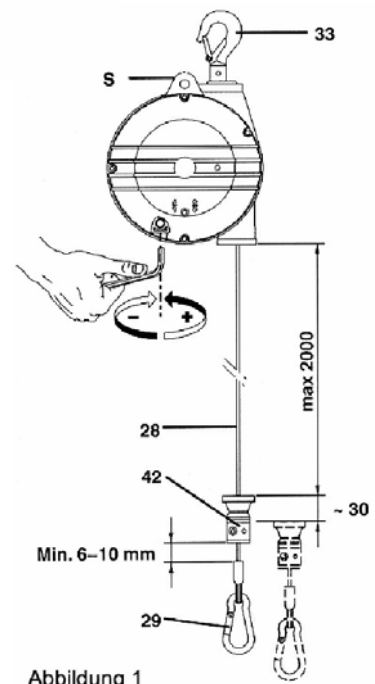
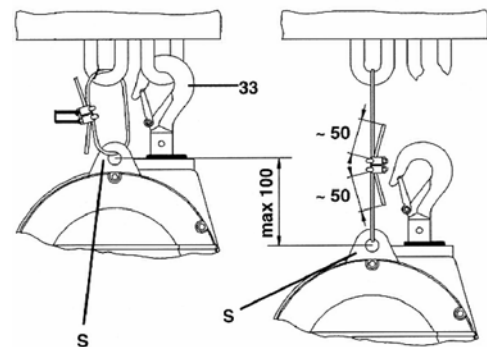
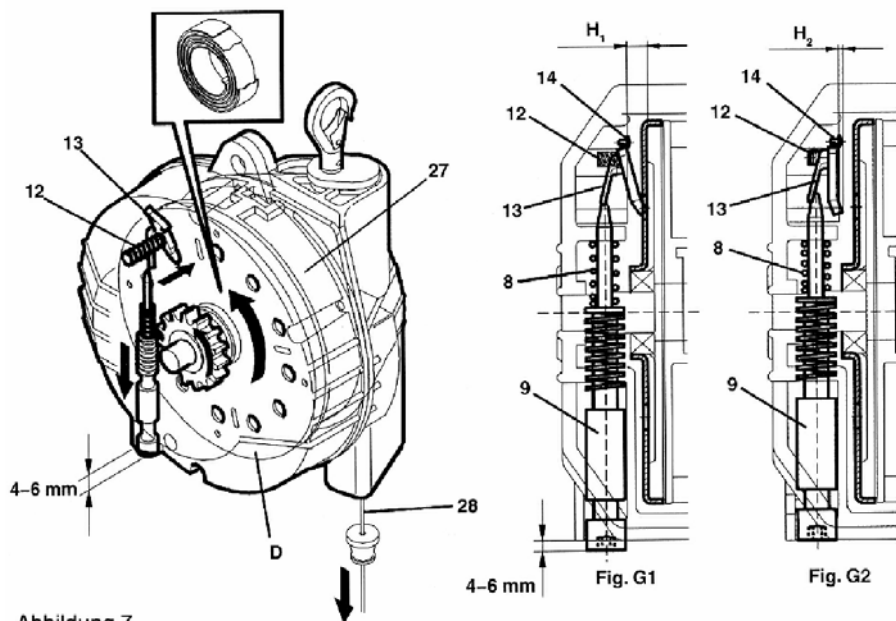

Abbildung 1
Abbildung 2
Abbildung 7
Der Bruch der Feder in der Trommel (27) erlaubt der Feder (12), die Vorrichtung (13) gegen die Scheibe (D) zu verschieben, die Drehung der Trommel (27) zu blockieren und so das Senken der Last zu unterbinden (Abbildung 7, G1). Auch die Einstellung für eine ausreichende Last kann zur Blockierung der Scheibe (D) führen und so die Drehung der Trommel (27) unterbinden. Diese Störung tritt im oberen Teil des Laufes auf und wird erfasst durch das Austreten der Schraube (9) um mehr als 4mm – 6mm (Abbildung 8). Um dieser Störung entgegenzuwirken, gehen Sie wie folgt vor:
1. Drehen Sie die Schraube (9) mit Hilfe des 6mm Schlüssels 6 (10) um mindestens 20 Umdrehungen im Uhrzeigersinn. Das Drehmoment „M.T.“ des Federzuges schiebt über die Welle (22) und das Zahngetriebe (19) die Schraube (9) nach oben, deren Bolzen auf die schiefe Ebene der Sicherheitsvorrichtung (13) wirkt und die Drehung der Trommel freigibt.
2. Begrenzen Sie den Lauf auf das unverzichtbare Minimum. Schieben Sie dazu die Spannbacke (42) nach oben und ziehen Sie diese fest. Sollte dies die Blockierung der Trommel (27) nicht beseitigen, muss der Federzug durch einen mit einer niedrigeren Belastbarkeit ersetzt werden.
- Die Last des Federzuges wird erhöht durch Drehen der Schraube (9) mit Hilfe des 6mm Inbusschlüssels (10) im Uhrzeigersinn. Zur Reduzierung der Last drehen Sie entgegen dem Uhrzeigersinn (Abbildung 1).
- Nach der Einstellung der Last stellen Sie sicher, dass das Seil (28) frei laufen kann, das heißt, dass die Feder der Trommel (27) nicht vollkommen belastet ist und den Lauf begrenzt.
- Während des Betriebs darf das Seil nicht bis zum Anschlag ausgezogen sein, sondern muss mindestens 30mm vor dem Auszugsende anhalten (Abbildung 1).
- Fall erforderlich, verschieben Sie die Spannbacke (42) und blockieren Sie diese, um den Lauf nach oben zu begrenzen (Abbildung 1).
- Zur Blockierung der Last auf der gewünschten Höhe drehen Sie die Schraube des Verschlusses (6) um 90° (Abbildung 1).
Der Lifty-Federzug kann in einer Montagelinie und auf Einzelarbeitsplätzen verwendet werden. Verwenden und kontrollieren Sie den Lifty-Federzug und erhalten Sie dessen perfekte Effizienz unter Einhaltung aller Vorschriften betreffend Ausgleichvorrichtungen, Werkzeuge und Arbeitsplätze. Schätzen Sie die insgesamt auszugleichende Last ab. Werkzeug, Zubehör und Teile der vom Lifty-Federzug gehaltenen Schläuche und Kabel. Die insgesamt auszugleichende Last muss zwischen der Mindest- und Höchstbelastbarkeit des vorgewählten Lifty-Federzuges liegen. Zum Erhalten der besten Betriebsleitungen hängen Sie den Federzug mit dem Haken (Abbildung 1, Nr. 33) auf eine Höhe, die es erlaubt, den mittleren Teil des Laufes zu verwenden. Der Lifty-Federzug kann an einem festen Platz aufgehängt werden oder an einem Verschiebesystem, welches strikt horizontal ausgerichtet sein muss.
Verbinden Sie das Sicherheitsteil „S“ des Lifty-Federzuges unter Verwendung des mitgelieferten Zubehörs stets an einem separaten Befestigungspunkt - als der Haken (Abbildung 1, Nr. 33). Lassen Sie dabei einen Überlauf von maximal 100mm zu (Abbildung 2). Achten Sie unbedingt auf die Befestigung des Seiles, welches gut gedoppelt werden muss. Stellen Sie außerdem sicher, dass die Spannbacken beide Abschnitte des gedoppelten Seils blockieren.
Wiederholen Sie das Festdrehen der Spannbacke nach dem ersten Anzug mit einem empfohlenen Drehmoment von 4Nm. Auf diese Weise werden die Lockerungen, die sich während der ersten Einspannphase zwischen Seil und Spannbacke bilden, kompensiert (Abbildung 2). Zur Vermeidung anomalen Verschleißes muss der Federzug frei sein, sich mit dem Seil (28) auszurichten, wenn die Last nicht vertikal angebracht ist.
2. Die Bewegung der Trommel (27) ist frei, wenn diese von Hand mit dem Seil gedreht wird.
Legen Sie den Lifty-Federzug auf eine waagrechte Fläche in stabile eine Position. Entfernen Sie die vier Schrauben (1), heben Sie die Kalotte (11) an und wickeln Sie das Seil (28) vollständig ab. Überprüfen Sie den Zustand der Feder dahingehend, dass der Innendurchmesser einen sicheren Griff an der Welle (Abbildung 8) hat. Kontrollieren Sie das Seil (28). Sollten sich Defekte zeigen, muss es ersetzt werden (Abbildung 9). Überprüfen Sie die Funktion aller Getriebe, den axialen Lauf und die Drehung der Schraube (9) ohne Reibung, bei komplettem Lauf. Stellen Sie sicher, dass die Feder (12) die Sicherheitsvorrichtung (13), gehalten von der Schraube (14) in der Position $H_1 > 8\text{mm}$ (Abbildung 7, G1) drückt. Beim Drücken der Schraube (9) bis nach unten (Abbildung 7) wirkt das Ende derselben auf die schiefe Ebene der Vorrichtung (13) und lässt diese in die Position $H_2 < 2,5\text{mm}$ sinken (Abbildung 7, G2). Die Schraube (14) muss die Sicherheitsvorrichtung (13) zurückhalten, dieses aber frei beweglich lassen, wobei der Druck zwischen H_1 und H_2 ohne Reibung und Widerstand geändert wird. Stellen Sie sicher, dass das Seil (28) perfekt von der Arretierung (25) gehalten wird und dass die Befestigungsschrauben (26) nicht vorstehen (Abbildung 11).
und so die Sicherheitsvorrichtung (13) zusammendrückt, bis die Position H_2 erreicht wurde (Abbildung 7, G2). Drehen Sie die Schraube so lange zu, bis die gewünschte Belastbarkeit erreicht wurde. Zum Erreichen der mittleren Belastbarkeit des Lifty-Federzuges ist näherungsweise die folgende Drehzahl der Schraube (9) erforderlich: